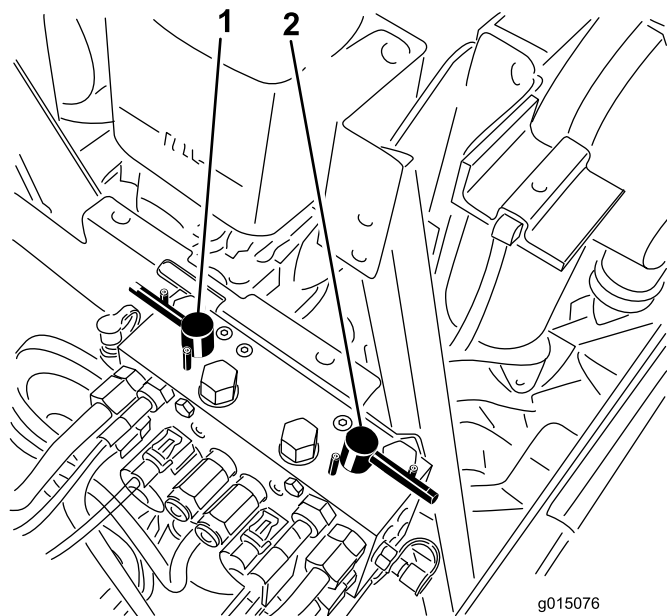

Figura 99
4. Selecione as alavancas de retificação dianteiras, traseiras ou ambas para determinar quais as unidades a retificar (Figura 99).